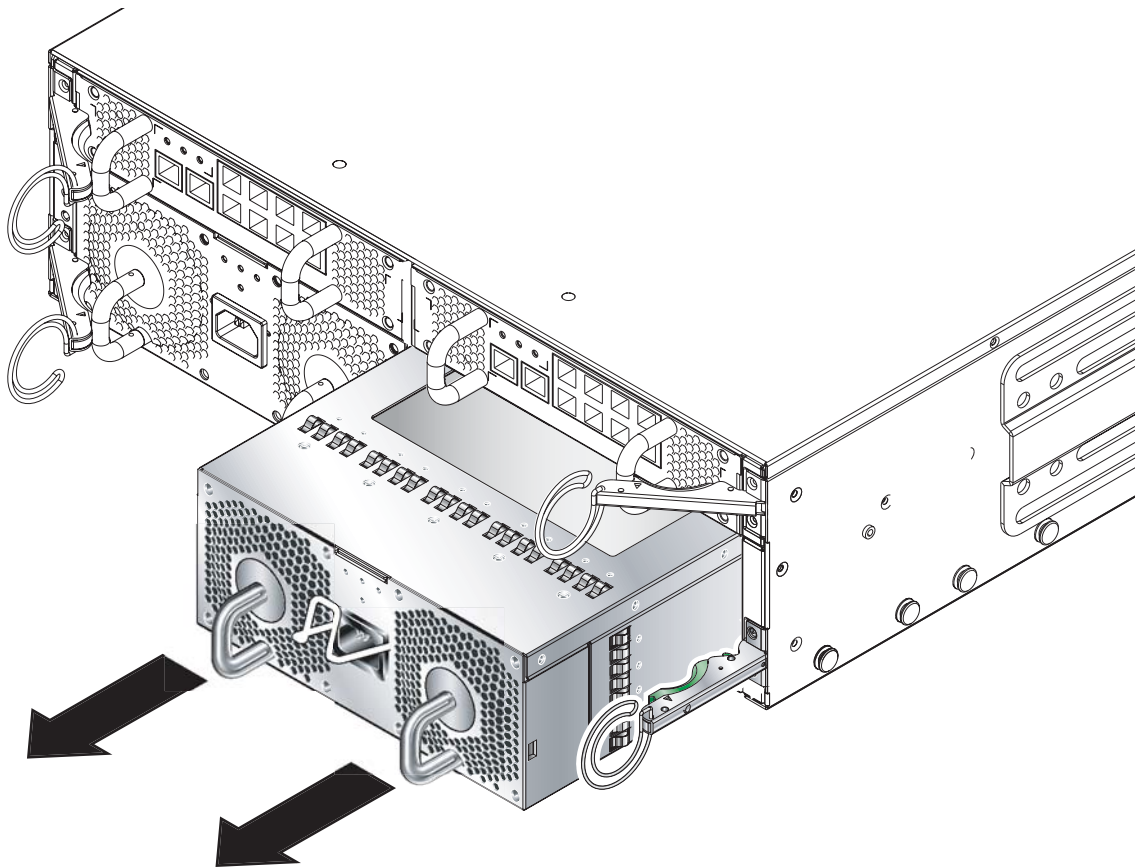

FIGURE 12-13 Retrait de l'unité d'alimentation du châssis
5. Retirez l'unité d'alimentation du châssis en tirant sur les poignées verticales fixées à l'arrière de l'unité (FIGURE 12-13).